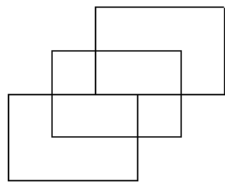
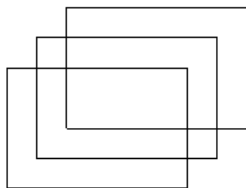

图 3.14.5 两点间的距离
图 3.14.6 全程距离
- ☒ **两点间的距离** 单项：用于设置根据每一个复制的对象计算平移距离，如图 3.14.5 所示。当平移次数大于 1 时，此单项可用。
说明：图 3.14.5 和图 3.14.6 输入的参数是一样的，都是分别在极坐标区域的  文本框和  文本框输入值 10 之后得到的结果图。